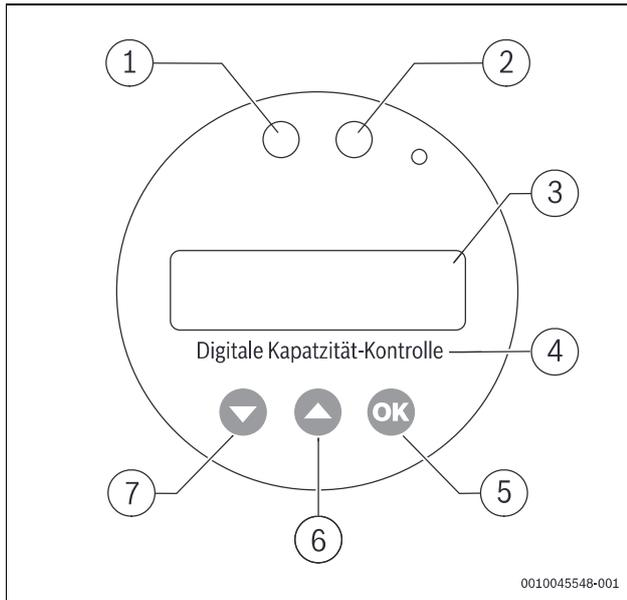

Bild 17 Digitale Kapazität-Kontrolle
- ▶ OK-Taste (→ Bild 17, [5]) min. 3 Sekunden drücken.
Im Display (→ Bild 17, [3]) erscheint die Aufforderung, die Rohwasserhärte einzugeben (z. B. 20 °dH).
- ▶ OK-Taste (→ Bild 17, [5]) drücken.
- ▶ Up- oder Down-Taste (→ Bild 17, [6] und [7]) drücken.
Im Display (→ Bild 17, [3]) erscheint die Aufforderung, die Größe der verwendeten Patrone anzugeben.
- ▶ Up- oder Down-Taste (→ Bild 17, [6] und [7]) drücken, um den Patronenwechsel zu bestätigen (JA) oder abzulehnen (NEIN).
- ▶ OK-Taste (→ Bild 17, [5]) 3 Sekunden drücken.
Im Display (→ Bild 17, [3]) erscheint die Bestätigung (RESET OK).
Nachdem alle Einstellungen abgeschlossen wurden, wird im Display (→ Bild 17, [3]) die neu berechnete Restmenge in Litern angezeigt.
- 2.** Um die Anzeige im Display (→ Bild 17, [3]) auf die Restkapazität in % (ausgehend von der Kapazitätsanzeige → 1.) umzuschalten:
Im Display (→ Bild 17, [3]) erscheint die Restkapazität in % (z. B. F 100 %).
- 3.** Um die Anzeige im Display (→ Bild 17, [3]) auf die aktuelle Leitfähigkeit umzuschalten:
Im Display (→ Bild 17, [3]) erscheint die aktuelle Leitfähigkeit (z. B. -µS).
- 4.** Um die Anzeige im Display (→ Bild 17, [3]) auf den eingestellten Soll-Leitwert (ausgehend von der Leitfähigkeitsanzeige → 3.) umzuschalten:
Im Display (→ Bild 17, [3]) erscheint der eingestellte Soll-Leitwert (z. B. S 90 µS).
- 5.** Um die Anzeige im Display (→ Bild 17, [3]) auf das Füllvolumen der letzten Füllmenge umzuschalten:
- ▶ OK-Taste (→ Bild 17, [5]) noch mal drücken.
Im Display (→ Bild 17, [3]) erscheint das Füllvolumen der letzten Füllung (z. B. L 0L).
6. Um die Anzeige im Display (→ Bild 17, [3]) auf das bisherige gesamte Füllvolumen (ausgehend von der Füllvolumenanzeige → 4.) umzuschalten:
Im Display (→ Bild 17, [3]) erscheint das bisherige gesamte Füllvolumen (z. B. 0 L).
7. Um die Anzeige im Display (→ Bild 17, [3]) wieder auf die aktuell verbleibende Restkapazität (→ 1.) umzuschalten:
- ▶ Up-Taste (→ Bild 17, [6]) zwei Mal drücken.